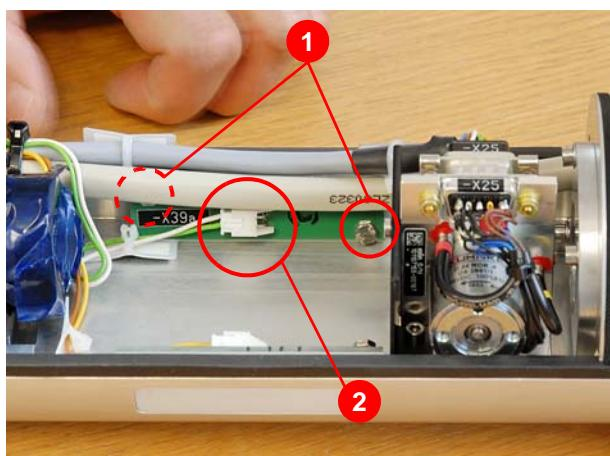

Abbildung 8.95 Befestigung Warnleuchten
3. Befestigung der Warnleuchten (1) (Abbildung 8.95) demontieren.
4. Anschlußstecker (2) von der Platine abziehen.